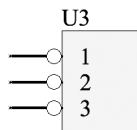

图 15-27 修改后的三端稳压 LM7805 元件
(1) 放置元件。该电路模块中用到的元件有 LM7805 和一些阻容元件。在元件库“Miscellaneous Devices. IntLib”中选择极性电容元件 Cap Pol2、无线电罗盘元件 RCA 并放到原理图中。
(2) 编辑三端稳压器元件。编辑好的 LM7805 元件如图 15-27 所示。